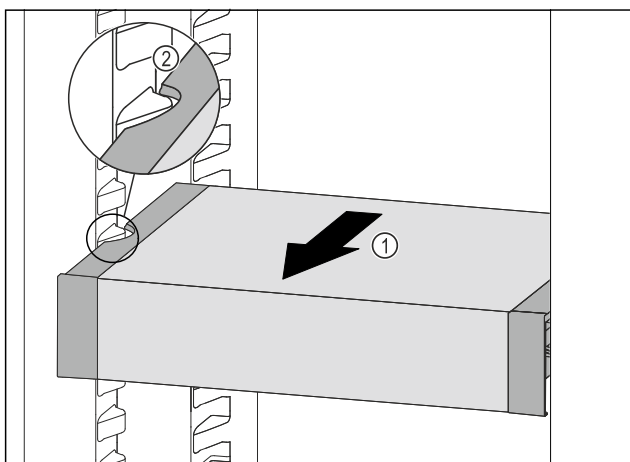

Fig. 108
- ▶ VarioSafe dras framåt Fig. 108 (1) tills sidofördjupningarna på VarioSafe är i samma nivå som behållarlisterna i kyldelen. Fig. 108 (2)